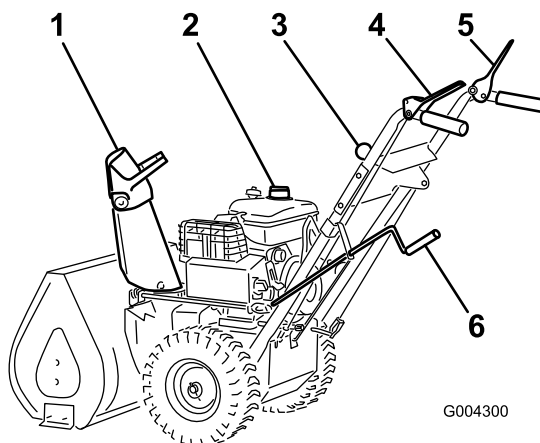

Bild 13
3. Lösen Sie den Fahrtriebshebel und den Betätigungshebel für Räumwerk/Gebläserad (Bild 13).
11. Legen Sie den 1. Gang ein (Bild 13), drücken Sie den Fahrtriebshebel bis zum Handgriff und lassen ihn dann los. Wenn sich die Schneefräse vor dem Einschalten des Fahrtriebshebels oder nach dem Loslassen bewegt, siehe „Einstellen des Fahrtriebs“.